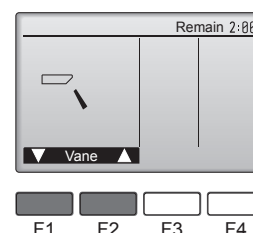

Fig. 7-4
- 2 Натисніть кнопку [ВИБРАТИ] для демонстрації екрану вентилятора, а потім натисніть кнопки [F1] і [F2] для перевірки автоматичного обертання вентилятора. (Fig. 7-4)